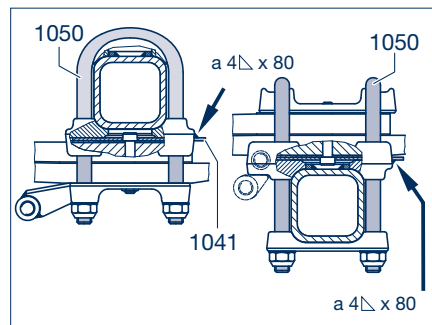

Рисунок 6
- [10] Снова приварить центрирующие пластины (если имеются) к опорным площадкам (рис. 6/стрелки).